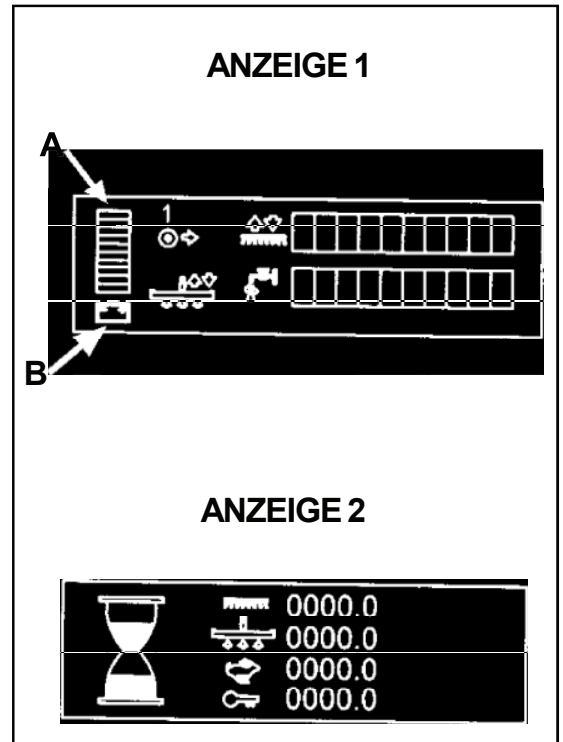

Abbildung 21
**AbleSEN des Akku-Spannungsmessers (siehe Abbildung 21, A)**
Die LCD-Anzeige verfügt über drei verschiedene Displays. Zwei von ihnen sind so lange zugänglich, wie der Schlüsselschalter auf "EIN" steht. Das erste Display gibt den Maschinenstatus an, das zweite die vier Stundenmesser (Abbildung 21).